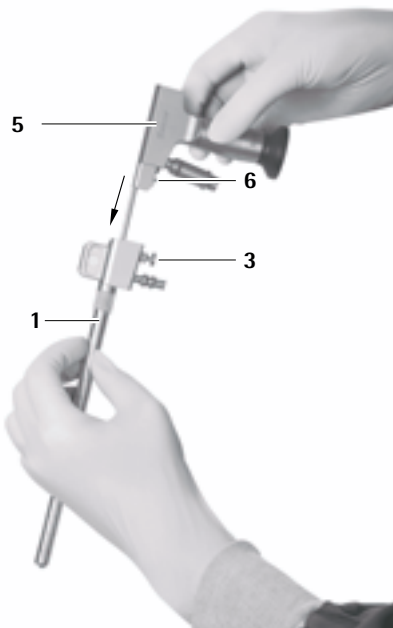

Afb. 13
- Verwijder draagarmadapter 11, zie Afb. 13.